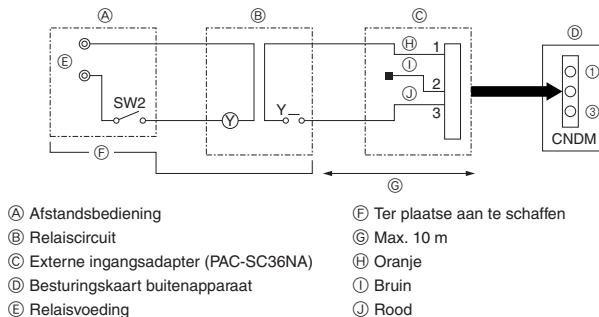

Fig. 9-2
- ① Breidt het circuit uit zoals afgebeeld bij gebruik van de externe invoeradapter (PAC-SC36NA). (Afzonderlijk verkrijgbaar)
9.2. Verbruiksfunctie (modificatie ter plaatse) (Fig. 9-2)